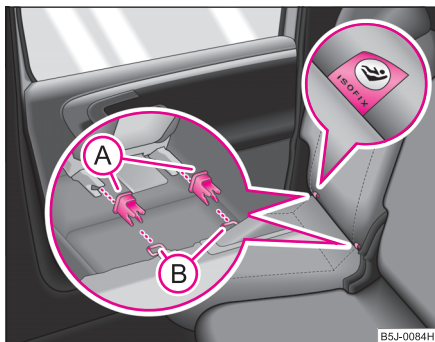

Abb. 142 Halteösen (ISOFIX-System)
- Stecken Sie die Aufnahmebuchsen (A) auf die Halteösen (B) zwischen Rückenlehne und Sitzfläche ⇒ Abb. 142.